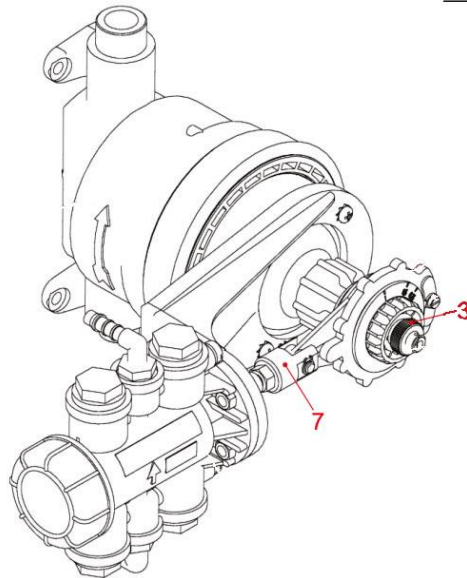

Abb. 18: Rändelmutter und Kolbenstange
- ◆ Schrauben Sie die Rändelmutter (Abb. 18:, Pos. 3) vom Exzenter ab und ziehen den Exzenter von der Exzenteraufnahme des Wassermotors ab.
- ◆ Bewegen Sie die Kolbenstange (Abb. 18:, Pos. 7) der Dosierpumpe manuell so lange vor- und zurück, bis klares Wasser ohne Produktrückstände aus dem Strömungswächter austritt.